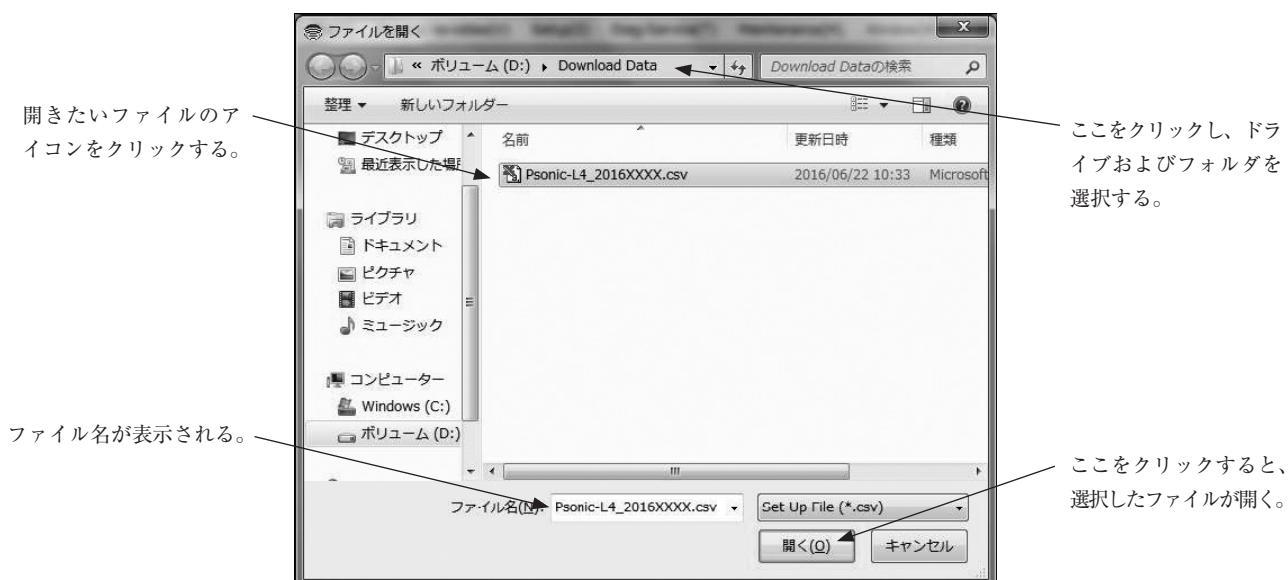

図3-84
- ① メニューの「File (F)」をクリックし、「Database (F)」のドロップダウンリストの中から「Open File (O)」を選び再度クリックします。
- ② コモンダイアログ（図3-84）が表示されます。開くファイルが格納されているドライブおよび、フォルダをドロップダウンリストにて選択します。
- ③ 表示されているファイルの中から開きたいファイルを選択します。「ファイル名 (N)」を確認し、「開く (O)」ボタンをクリックします。ファイルを開かずに終了する場合は「キャンセル」ボタンをクリックします。